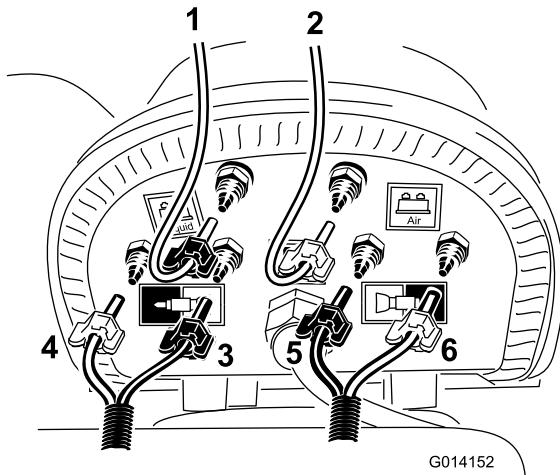

图22
- B. 找出以前割下的短回环软管，然后如图22 所示，将透明管安装到黑色水箱盖余下的宝塔接头上。
- D. 找出连接至左喷洒臂的泡沫软管，将蓝色管和白色管安装至如图22 所示的位置。
- E. 找出连接至右喷洒臂的泡沫软管，将蓝色管和白色管安装至如图22 所示的位置。
注意： 如图22 所示，将透明管安装在压缩机的蓝色或供水宝塔接头上。用蓝色管夹固定两根管。管道的外壳需要进一步剖开，以便适应水箱组件的长度。